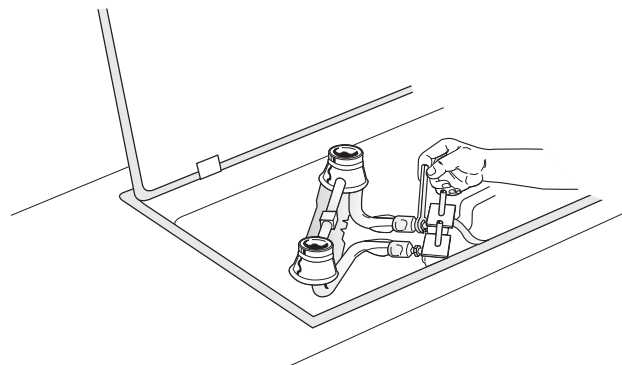
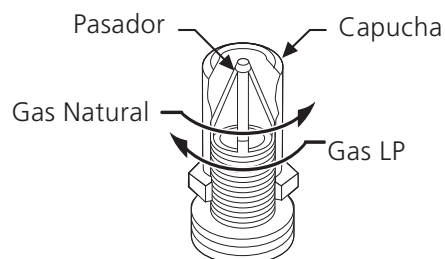

Figura 10
Figura 11
B. Burner Valves Conversion (vea figura 10 y figura 11)